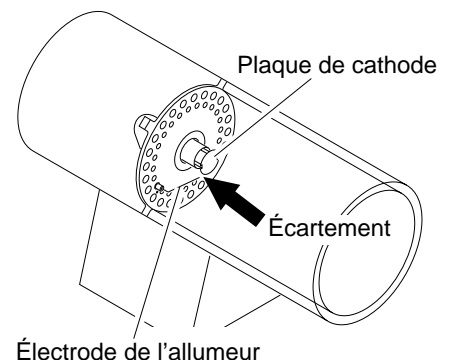

Figure 16 - Écartement entre l'électrode de l'allumeur et la plaque de cathode
7. Régler l'écart entre l'électrode et la plaque de cathode à 4,3 mm (0,17 po) (voir la figure 16).